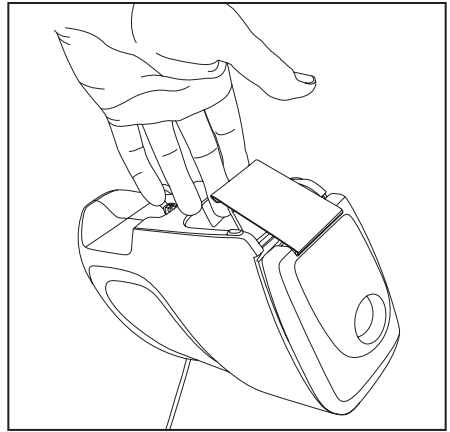

Fig. 11
- Apague la aspiradora. Levante el clip de retención de la cubierta para quitarla (Fig. 11).